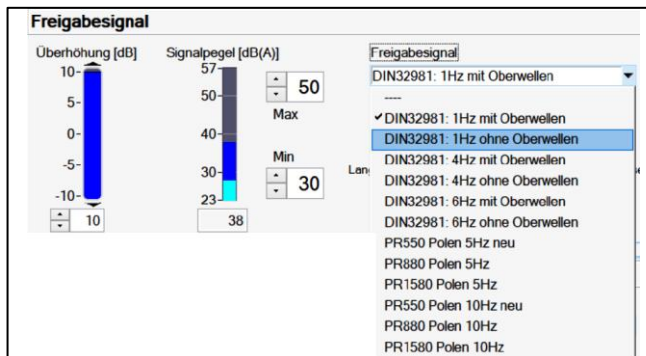

Abb. 30
- Auswahl eines genormten Freigabesignales über Dropdown-Menü (3) und Abb. 30
- Schaltung der Abfallzeit (4)